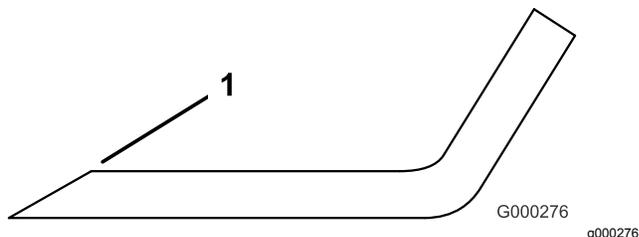

Figure 90
3. Examinez les tranchants de toutes les lames et aiguissez-les s'ils sont émoussés ou ébréchés (Figure 90).
**Remarque:** N'aiguissez que le haut du tranchant et conservez l'angle de coupe d'origine pour obtenir une coupe nette (Figure 90). Limez la même quantité de métal sur chacun des deux tranchants pour ne pas déséquilibrer la lame.